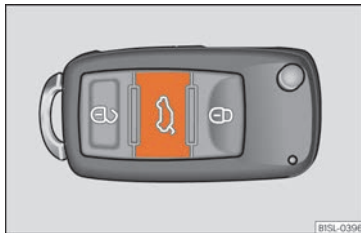

Abb. 73 Im Fahrzeugschlüssel: Taste zum Entriegeln und Öffnen der Heckklappe.
- Drücken Sie die Taste im Fahrzeugschlüssel »» **Abb. 73** etwa eine Sekunde lang, um die Heckklappe zu entriegeln.